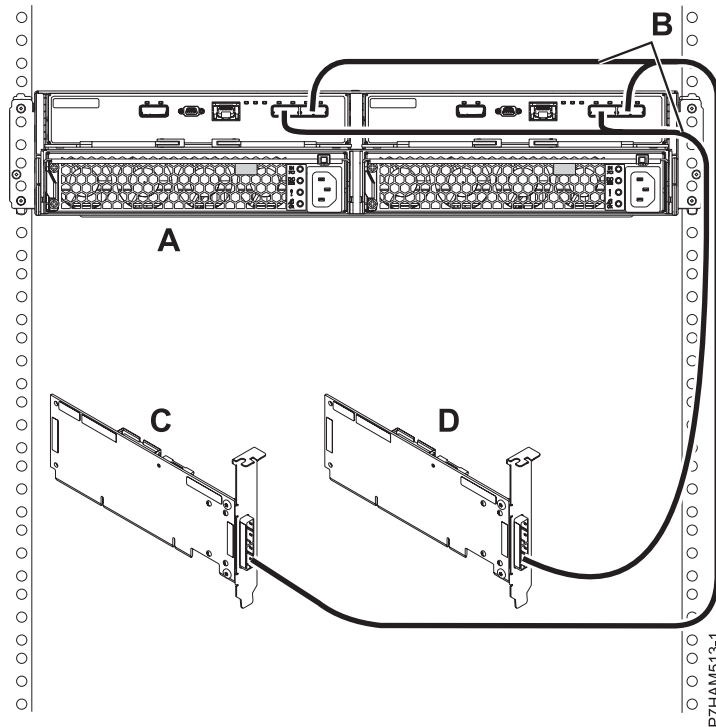

Figure 31. Mode 2 de connexion d'un boîtier d'unité de disque 58/87 via des câbles YO à deux adaptateurs SAS indépendants
- i. Effectuez la connexion de mode 2 d'un boîtier d'unité de disque 58/87 (A) via des câbles YO (B) aux deux adaptateurs SAS indépendants, comme illustré dans la figure 31, à la page 30.